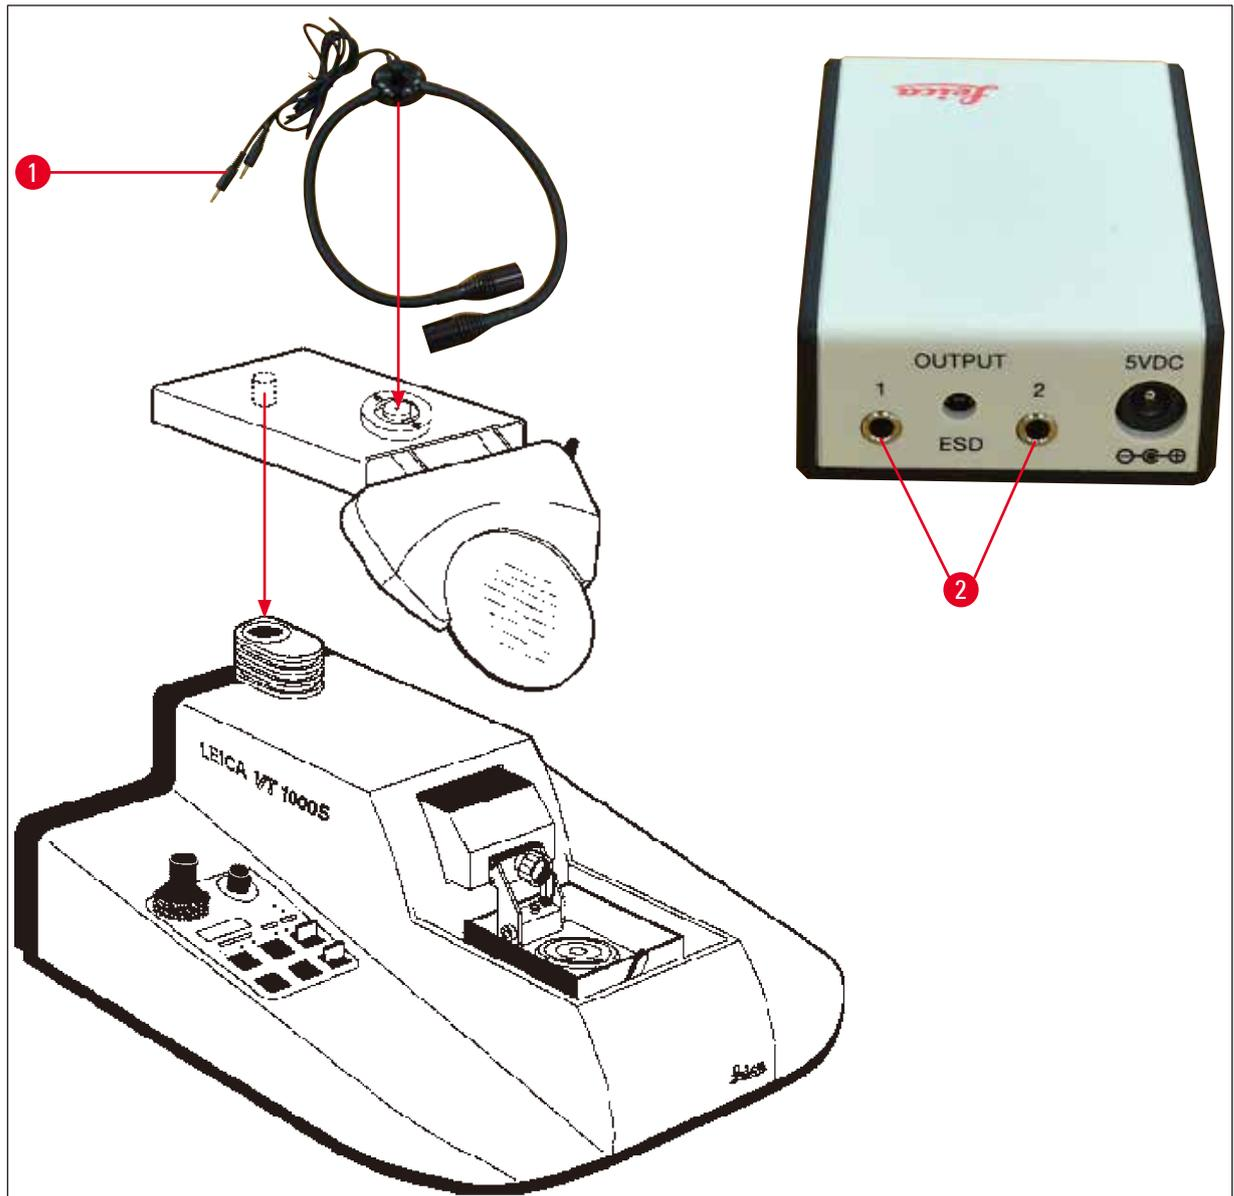

Fig. 9
7. Collegare il supporto dell'ingranditore al modulo faretto a LED ad alta potenza, 2 bracci, come illustrato nella (→ Fig. 9). Inserire lo spinotto (→ Fig. 9-1) del modulo faretto a LED ad alta potenza, 2 bracci, nella presa (→ Fig. 9-2) situata sul modulo faretto ad alta potenza, LED 1000.